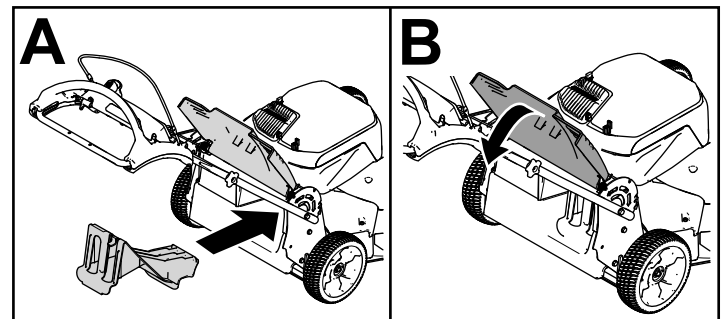

Figura 17
- Si el tapón de descarga trasera no está instalado, sujételo por el asa, eleve el deflector trasero e introdúzcalo en el conducto de descarga trasera hasta que el enganche encaje en su sitio; consulte Figura 17.
**Importante:** Asegúrese de que el tapón de descarga trasera está colocado antes de reciclar los recortes (Figura 17).